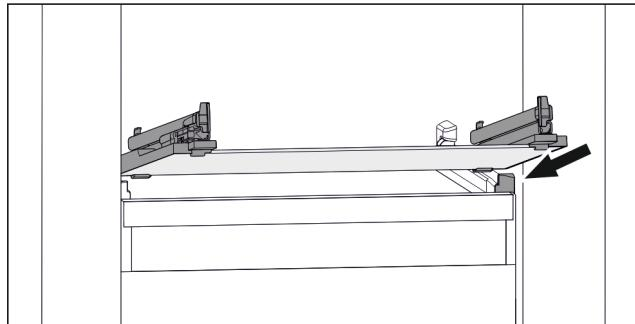

Fig. 149 玻璃隔板例图
- ▶ 将玻璃隔板斜放在止动器后面。 (参见 Fig. 149)